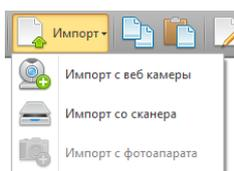

Рисунок 99
- выберите источник, с которого будет загружен документ, сканер или веб камера (рис.99)